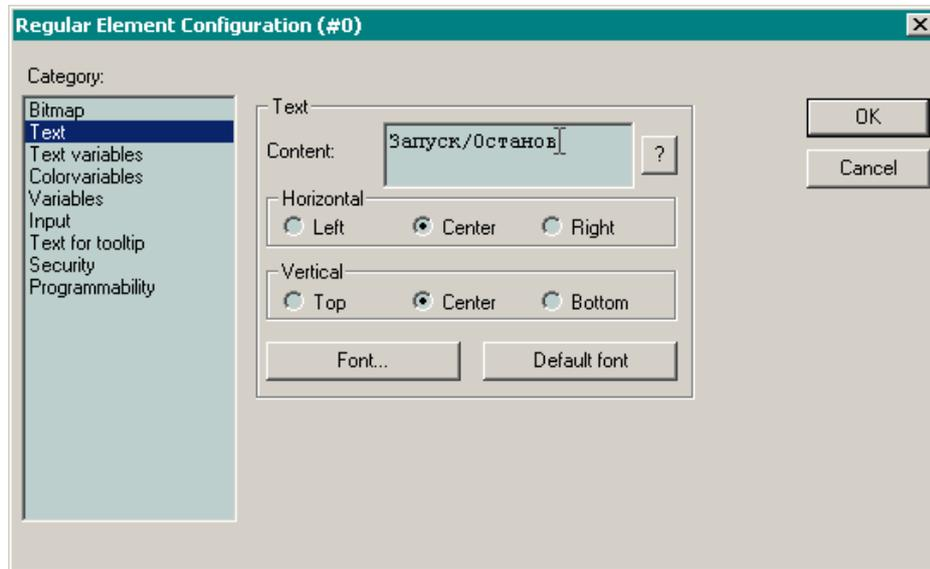

Рис. 61. Ввод статической надписи для отображения на кнопке
5. Переключите раскладку клавиатуры компьютера на русскую и в поле **Content** свойств текста кнопки введите надпись, которая должна отображаться на кнопке, на русском языке, как показано на рис. 61.